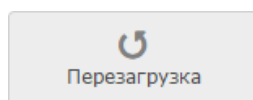

Рисунок 9.40 — Кнопка **Перезагрузка**
2. В списке устройств сети выберите требуемое устройство(а), нажмите на кнопку **Перезагрузка** (рисунок 9.40).